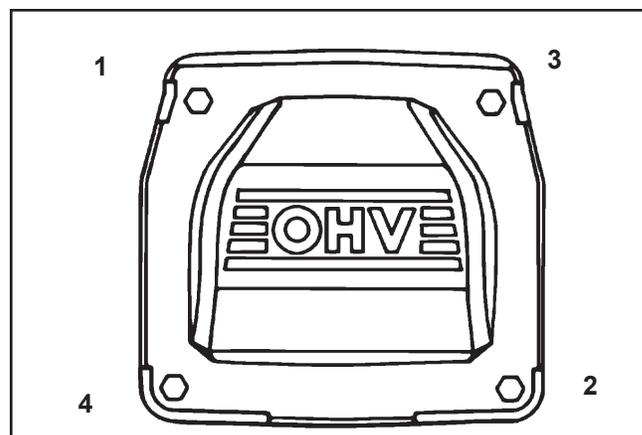

Figure 11-89. Séquence de couple de serrage du cache-soupape.
5. Serrer les raccords de fixation du cache-soupape selon le couple recommandé et la séquence de serrage montrée à la Figure 11-89.